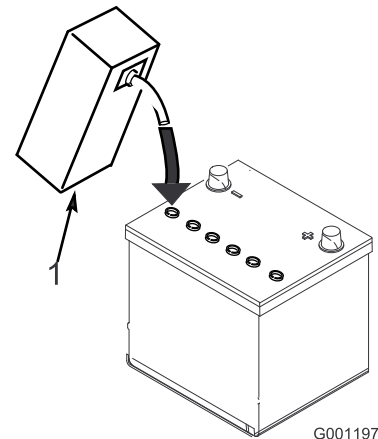

Figura 18
4. Espere aproximadamente de 20 a 30 minutos para que el electrolito penetre en las placas. Rellene si es necesario para que el electrolito llegue a una distancia de aproximadamente 6 mm del fondo del hueco de llenado (Figura 18).